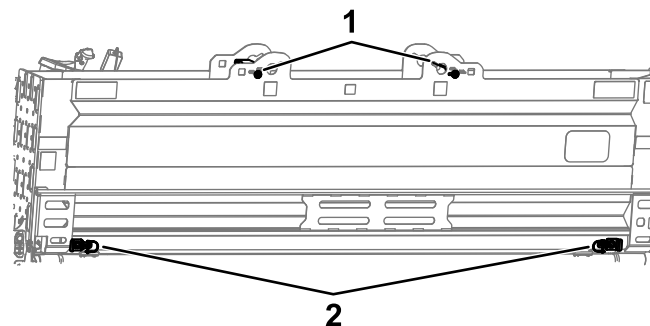

Рисунок 52
2. Проверьте, чтобы были установлены верхние хомуты и нижние пальцы ящика для бурильных труб(Рисунок 52).